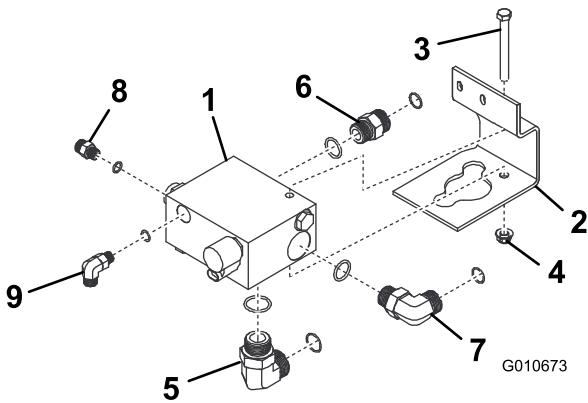

Figura 1
- Monte e oriente os encaixes no colector do divisor de caudal (Figura 1) da seguinte forma:
- B. Enrosque o encaixe de 90 graus na parte inferior do colector do divisor de fluxo (Figura 1, chamada 5). Posicione o encaixe como indicado certificando-se que a porca de apoio está totalmente retraída. Não aperte nesta altura.
- C. Enrosque o encaixe recto na parte traseira do colector do divisor de fluxo (Figura 1, chamada 6). Aperte o encaixe a 110-118 Nm.
- D. Enrosque o encaixe médio de 90 graus na parte esquerda do colector do divisor de fluxo (Figura 1, chamada 7). Posicione o encaixe como indicado com a porca de apoio está totalmente retraída. Não aperte nesta altura.
- E. Enrosque o encaixe recto pequeno na parte direita do colector do divisor de fluxo (Figura 1, chamada 8). Aperte o encaixe a 110-118 Nm.
- F. Enrosque o encaixe de 90 graus pequeno na parte frontal do colector do divisor de fluxo (Figura 1, chamada 9). Posicione o encaixe como indicado com a porca de apoio está totalmente retraída. Não aperte nesta altura.